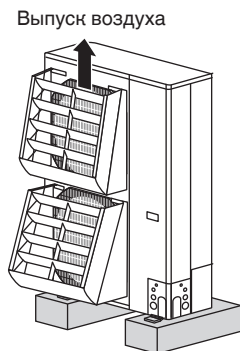

Рис. 2-6
- выходное отверстие для воздуха направлено в сторону тротуара, и выходящий горячий воздух может мешать прохожим. См. Рис. 2-6.